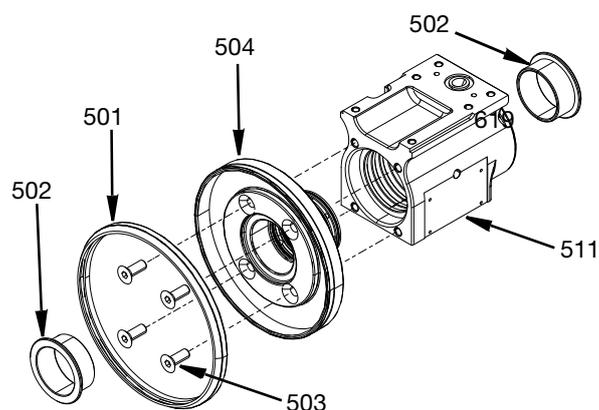

FIG. 25
1. Insérez la bague de support (510) dans l'extrémité de l'alésage le plus large de l'ensemble de boîtier pivotant (511) jusqu'à ce que la bague de support soit d'équerre contre l'épaulement interne.
2. Appliquez une fine couche de graisse au lithium sur l'extérieur du joint torique du joint rotatif (508). Pour éviter d'endommager le joint torique du joint rotatif, insérez-le dans l'alésage du boîtier pivotant (511) en biais.
Assurez-vous que le joint torique ne se déchire pas contre l'ouverture d'entrée et poussez le joint rotatif contre la bague de support (510). Voir vue latérale FIG. 25.
3. Insérez la bague de distribution de produit (509) dans l'alésage du boîtier pivotant (511). Il est recommandé d'utiliser l'**Outil d'insertion/retrait de siège de matériau, 17V972** à la page 38 et un maillet à face souple. Poussez complètement la bague de distribution de produit (509) et le joint rotatif (508) jusqu'au fond de l'alésage.
- Appliquez une fine couche de graisse au lithium sur l'extérieur du joint torique du joint rotatif (508). Pour éviter d'endommager le joint torique du joint rotatif, insérez-le dans l'alésage du boîtier pivotant (511) en biais. Assurez-vous que le joint torique ne se déchire pas contre l'orifice de suintement et poussez le joint rotatif contre la bague de support de matériau (509). Voir vue de dessus FIG. 25.
- Appliquez une fine couche de graisse au lithium sur les joints toriques (505) et insérez-les dans l'alésage du boîtier pivotant (511). Appliquez un antigrippant sur les vis à tête plate M6 (503) et vissez-les à la main. Voir FIG. 25.
- Poussez un roulement à bride (502) dans le boîtier pivotant (511) et un roulement à bride (502) dans le roulement à bague du distributeur d'air (504). Voir FIG. 25.
- Installez la bague anti-poussière (501) autour de la surface extérieure du roulement de la bague du distributeur d'air (504). Voir FIG. 25.